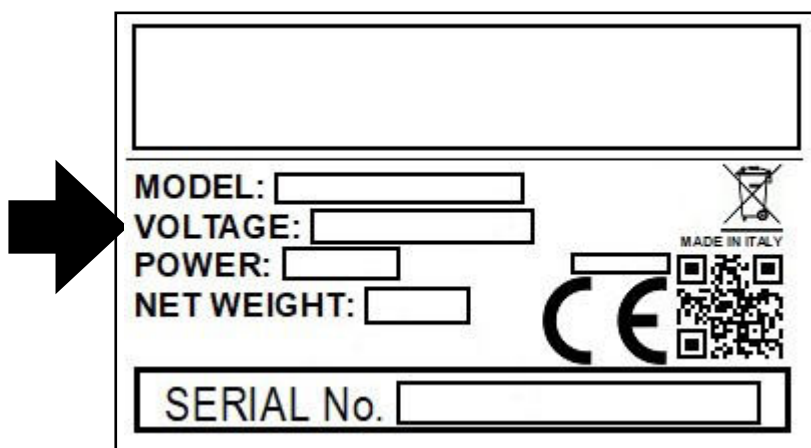

Fig. 1
- Vérifier au préalable que la tension indiquée sur la plaque signalétique de la machine est celle de votre réseau (**Fig. 1**).